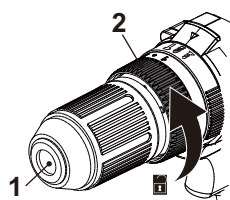

Fig. 1
- > Tournez la bague du mandrin (2) dans le sens anti-horaire jusqu'à ce que les mors du mandrin (1) soient suffisamment ouverts pour insérer le foret (Fig. 1).